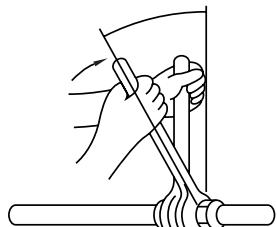

Fig. 5-8
- Brang een dun laagje koelolie aan op het verbindingsvlak van de leiding. (Fig. 5-8)